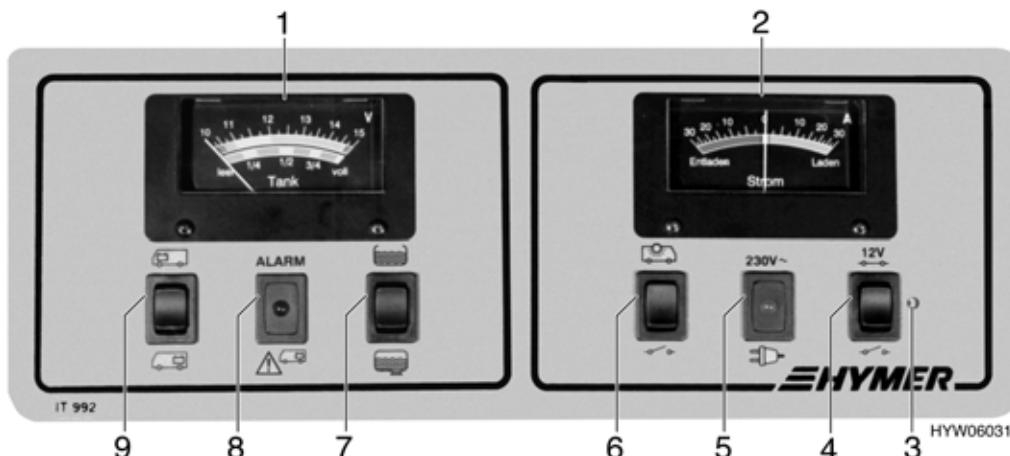

Fig. 107 Pannello di controllo (variante 1)
La centralina elettrica funziona solo in collegamento con il pannello di controllo (Fig. 107 o Fig. 108).
- Se necessario, inserire brevemente l'alimentazione a 12 V mediante l'interruttore principale 12 V (Fig. 107,4). Ciò è possibile solamente se la tensione della batteria è maggiore di 11 V. Se la tensione è minore di tale valore, l'alimentazione a 12 V può essere riaccesa solamente dopo che la batteria dell'abitacolo è stata ricaricata.
Per l'indicatore volt/serbatoio (Fig. 107,1) leggere la scala superiore. Premendo l'interruttore nella posizione desiderata, lo strumento si illumina automaticamente.
- Premere l'interruttore a bilico (Fig. 107,9) in alto : viene indicata la tensione della batteria di avviamento.
- Premere l'interruttore a bilico (Fig. 107,9) in basso : si legge la tensione della batteria dell'abitacolo.
La luce spia rossa di ALARM (Fig. 107,8) inizia a lampeggiare non appena la tensione della batteria dell'abitacolo scende al di sotto di 11 V (misurazione durante il normale esercizio) con conseguente rischio che la batteria si scarichi troppo.
Per l'indicatore volt/serbatoio (Fig. 107,1) leggere la scala inferiore. Premendo l'interruttore nella posizione desiderata, lo strumento si illumina automaticamente.
- Premere l'interruttore a bilico (Fig. 107,7) in alto : viene indicato il livello del serbatoio dell'acqua potabile.
- Premere l'interruttore a bilico (Fig. 107,7) in basso : viene indicato il livello del serbatoio delle acque grigie.
Sullo strumento indicatore corrente (Fig. 107,2) appare in permanenza la corrente erogata dalla batteria. Premendo l'interruttore nella posizione desiderata, lo strumento si illumina automaticamente.
L'interruttore principale a 12 V (Fig. 107,4) inserisce o interrompe l'alimentazione a 12 V dell'abitacolo.
- Premere l'interruttore a bilico (Fig. 107,4) in alto : l'alimentazione a 12 V dell'abitacolo è inserita. La luce spia (Fig. 107,3) diventa verde.
- Premere l'interruttore a bilico (Fig. 107,4) in basso : l'alimentazione a 12 V dell'abitacolo è disinserita. La luce spia (Fig. 107,3) si spegne.
La luce spia verde (Fig. 107,3) si accende non appena l'interruttore principale a 12 V (Fig. 107,4) viene inserito.
La luce spia per 230 V (Fig. 107,5) si accende in giallo quando all'ingresso della centralina elettrica è presente una tensione di rete.
- Premere l'interruttore (Fig. 107,6) in alto : la luce tenda veranda è accesa.
- Premere l'interruttore (Fig. 107,6) in basso : la luce tenda veranda è spenta.